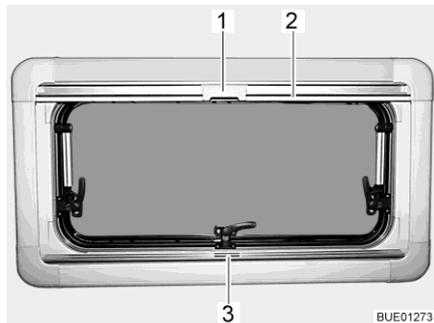
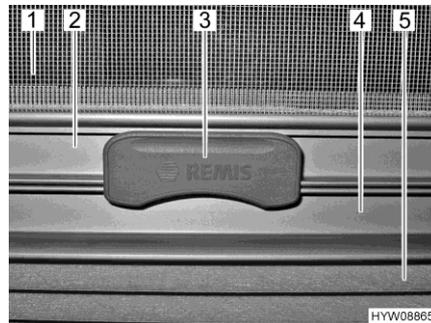

Fig. 15 Finestra apribile
Fig. 16 Aggancio
La tendina oscurante pieghevole (Fig. 16,5) è montata nella cassetta inferiore.
- Afferrare la tendina oscurante pieghevole per la parte centrale della barra di presa (Fig. 15,3 e Fig. 16,4), tirarla dal basso verso l'alto e rilasciarla nella posizione desiderata. La tendina oscurante pieghevole rimane in questa posizione.
La zanzariera a rullo (Fig. 16,1) è montata nella cassetta superiore.
- Tirare la zanzariera a rullo accompagnandola con la barra di presa (Fig. 15,2 e Fig. 16,2) verso il basso, fino a quando la barra di presa non arriva a contatto con la tendina oscurante pieghevole (Fig. 16,4).
- Bloccare l'aggancio (Fig. 15,1 e Fig. 16,3) della zanzariera a rullo nella barra di presa della tendina oscurante pieghevole. Se l'aggancio risulta bloccato, la tendina oscurante pieghevole e la zanzariera a rullo possono essere spostate insieme.
- Premere in alto l'aggancio (Fig. 16,3) sulla zanzariera a rullo.
- Ricondurre lentamente la zanzariera a rullo accompagnandola con la barra di presa (Fig. 15,2).